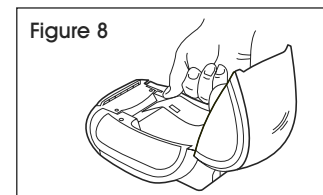

Figure 8
7. Alignez le bord gauche de l'étiquette avec le bord gauche de la fente d'alimentation d'étiquettes et insérez l'étiquette dans la fente. (Voir Figure 8)